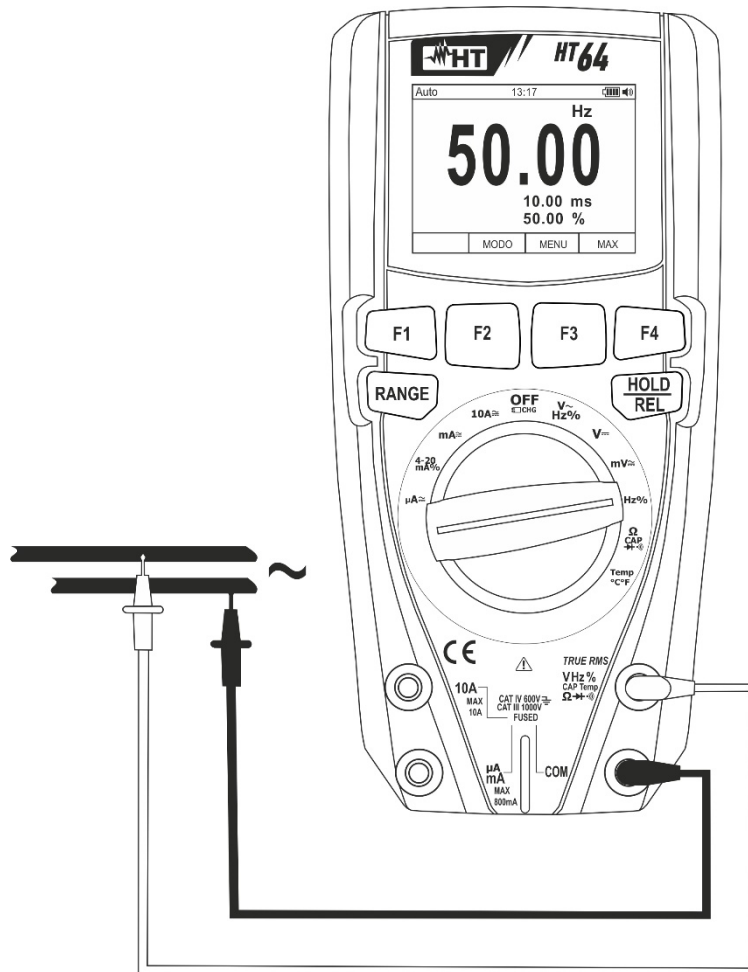

Abb. 24: Verwendung des Gerätes für Frequenz- und Duty Cycle-Messungen
4. Verbinden Sie die rote Messleitung und die schwarze Messleitung mit den gewünschten Messpunkten des zu messenden Kreises (siehe Fig. 24). Der Wert der Frequenz (Hz) oder des Duty Cycle (%) erscheint auf dem Display. Der Bargraph ist bei diesen Funktionen nicht aktiv.